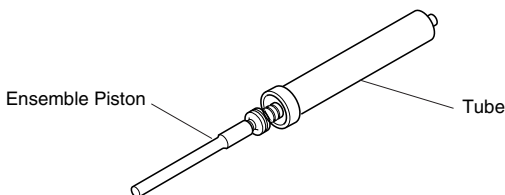

Figure 23 - Insertion du piston dans le tube
1. Insérer le piston dans le tube en forçant modérément (consulter la Figure 23).